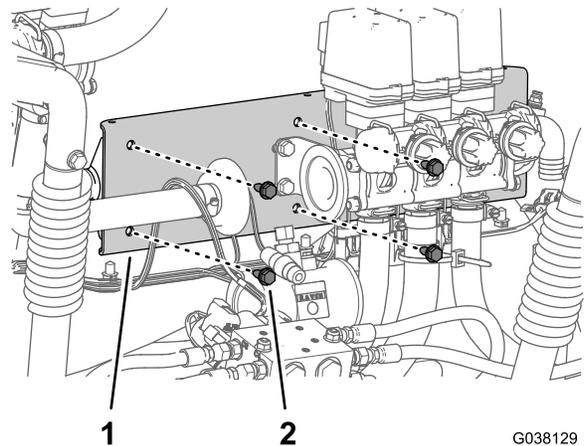

図 18
- ブームバルブブラケットをブームバルブマウントに固定しているフランジヘッドボルト5/16 x 3/4 インチ4本を外す 図 18。